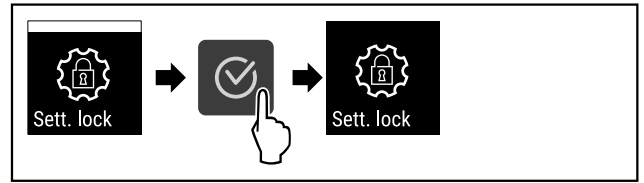

Fig. 70
- ▶ Stappen (zie Fig. 70) uitvoeren.